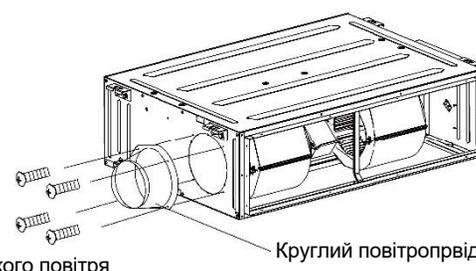

Рис.4.4.7
- (2) Встановіть круглий фланець так, щоб можна було підключити повітропровід свіжого повітря, як на Рис.4.4.7.
- (3) Герметизація та збереження тепла повинні бути виконані як для повітропроводу, так і для круглої фланцевої труби.
- (4) Свіже повітря слід очищати через фільтр повітря.